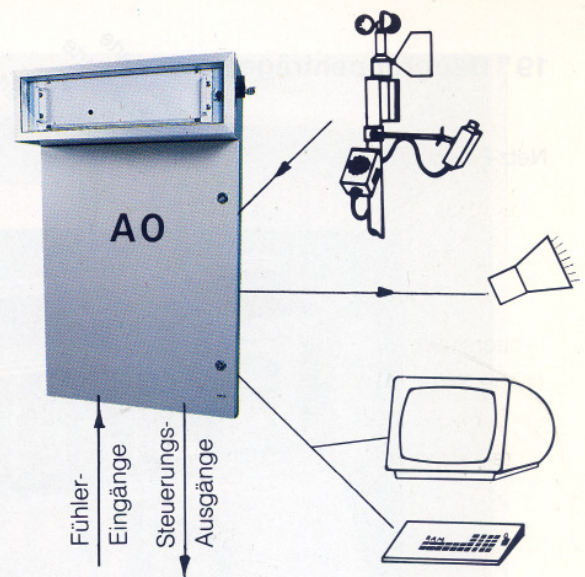

Bild 2 Leitreechner 600.040 im Wandaufbaugeschäule
- 6** Wenn nur ein Rechner erforderlich ist (Bild 2), weil es sich um eine kleine Anlage handelt oder vorerst um die erste Ausbaustufe, dann ist dieser Computer Leitreechner.